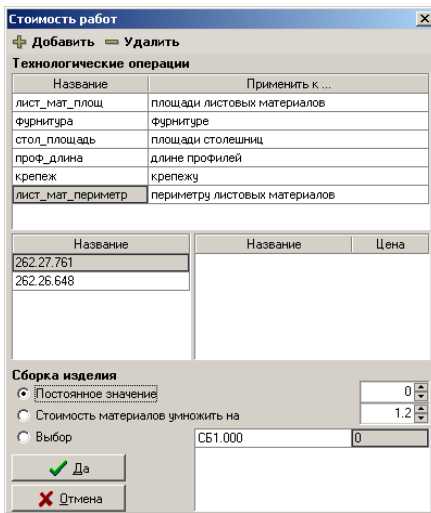

Рис. 10.16. Диалоговое окно “Стоимость работ”
- 1) для добавления новой операции в список нажать клавишу “Добавить”, см. рис. 10.16 стр. 419;